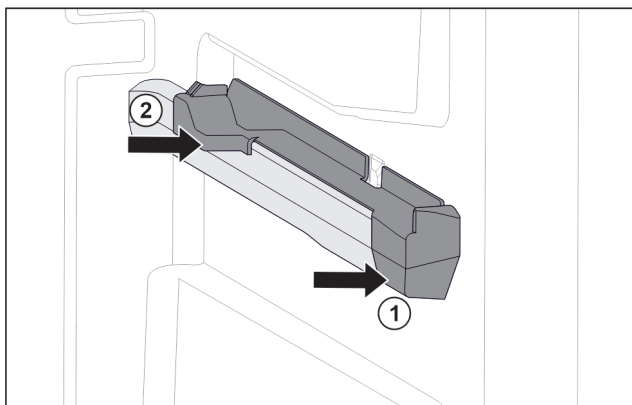

Fig. 131 右侧容器肋梁上的插装件
- 将插装件前部放到容器肋梁上。 Fig. 131 (1)
- 压紧插装件后部。 Fig. 131 (2)